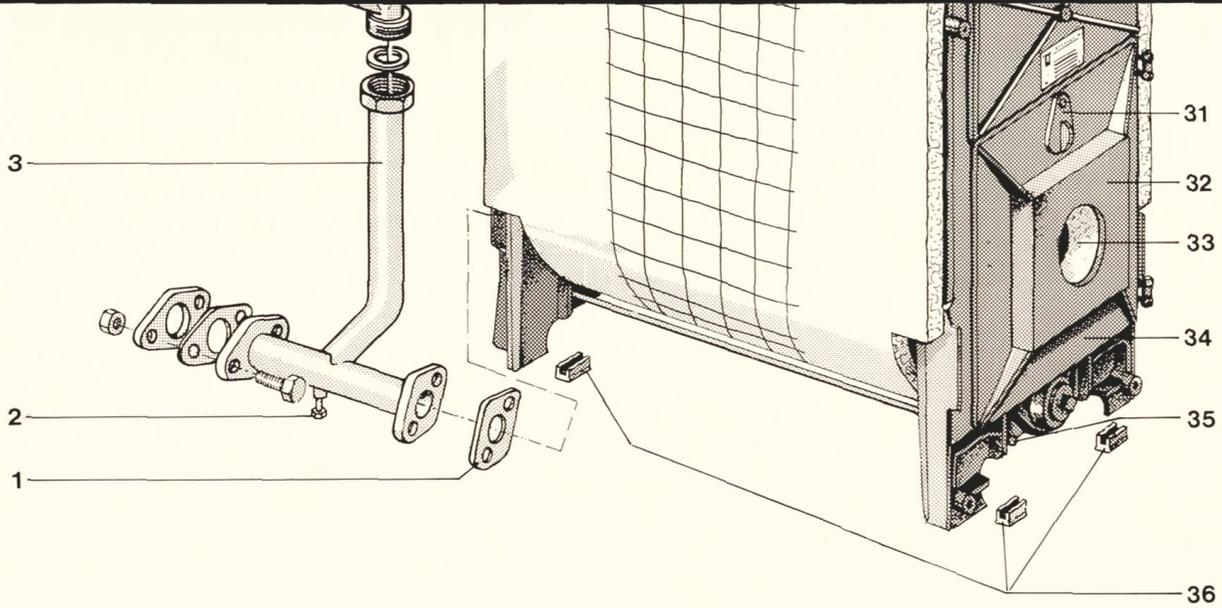

Abb. 13
Siehe auch Abb. 13, Seite 9.
$\frac{3}{4}$ " Rohrstücke in die seitlichen Ösen (12 u. 18) stecken und Speicher (19) aufsetzen. (Siehe Abb. 13 Seite 9)